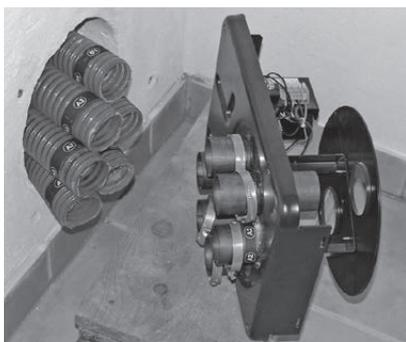

Fig. 20 Applicare le fascette di serraggio
- ▶ Rimuovere la copertura dell'unità di commutazione (1 vite davanti), applicare le fascette di serraggio sui raccordi dell'unità di commutazione – Fig. 20.